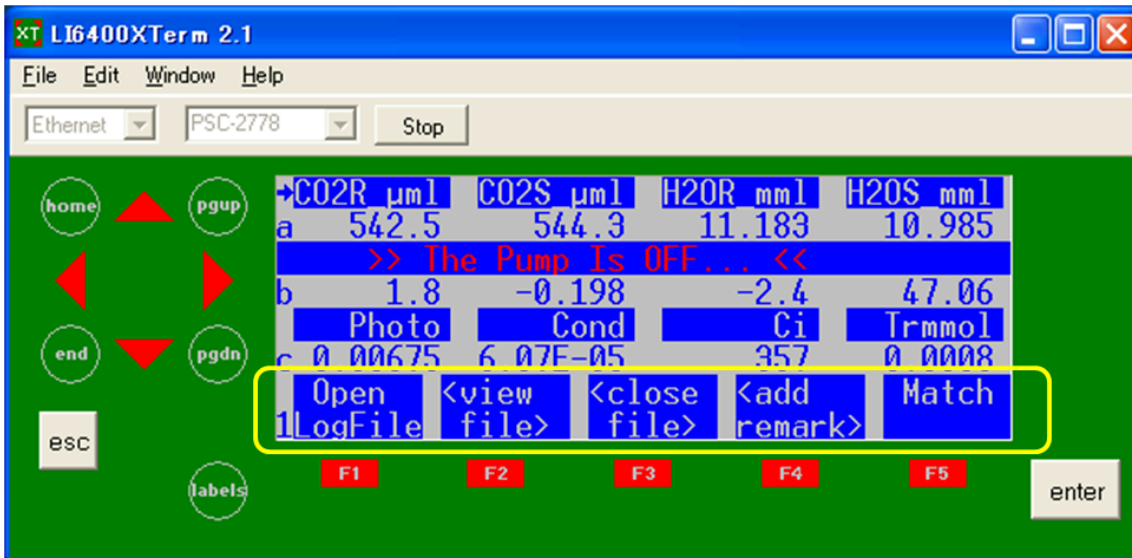
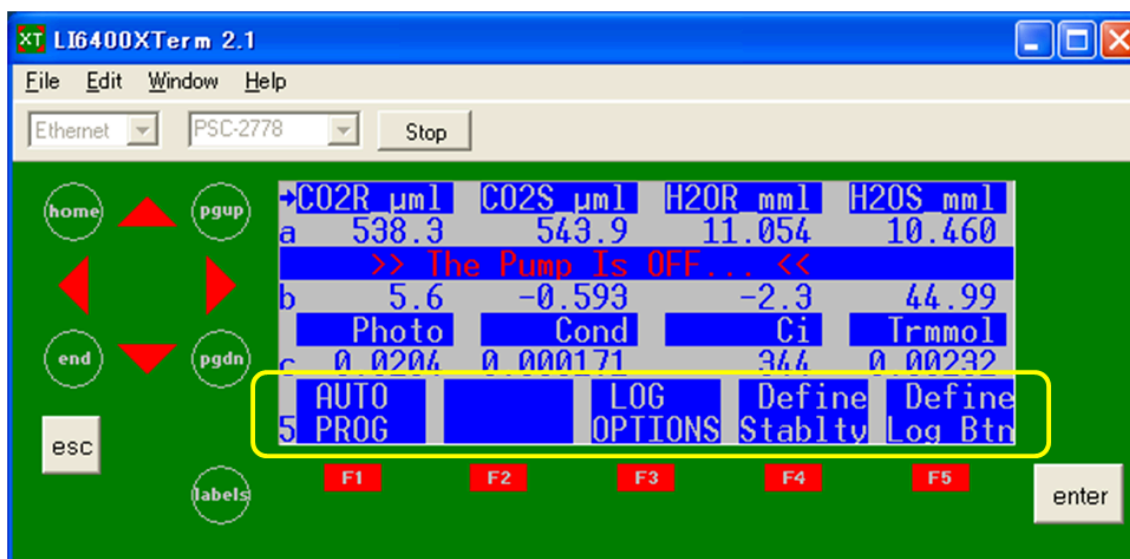

図 9. LI6400XTerm 2.1 画面（黄枠内左の数字が 1 になるように）
図 11 図 9 の画面で 5 キーを入力したときに移る画面（黄枠内が 5 になるように）
1) デスクトップにある LI6400XTerm 2.1 の実行プログラムはキーボードで操作できる。(図 9)
\* 画面中黄枠内が図 9 と同じになっていない場合は 1 キーを入力する。
3) 図 9 の画面に戻った後、5 キーを入力し、図 11 の画面に変更した後 F1 キーを入力